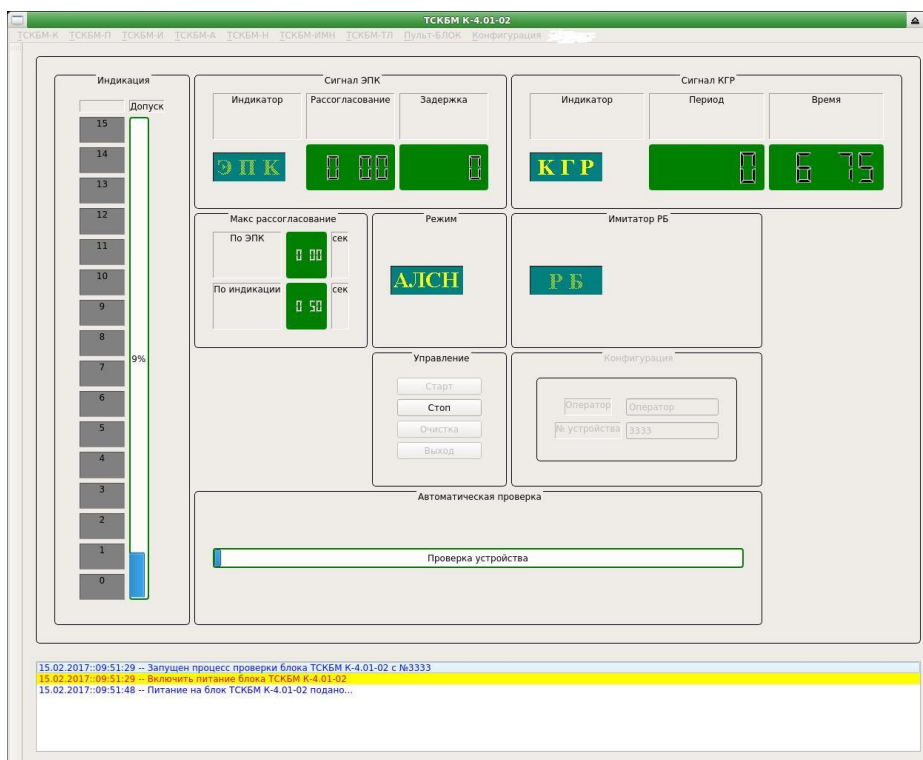

Рисунок 3.2.4.8 - Окно проверки блока ТСКБМ-К с ПО 4.01-02 включение электропитания
4) Программа автоматической проверки блока ТСКБМ-К должна закончиться сообщением «Блок ТСКБМ-К исправен». Для примера полный текст сообщения приведен на рисунках ниже: для исполнения ПО 4.01-02 (рисунок 3.2.4.9) или для исполнения ПО 4.07-02 (рисунок 3.2.4.10). Нажмите